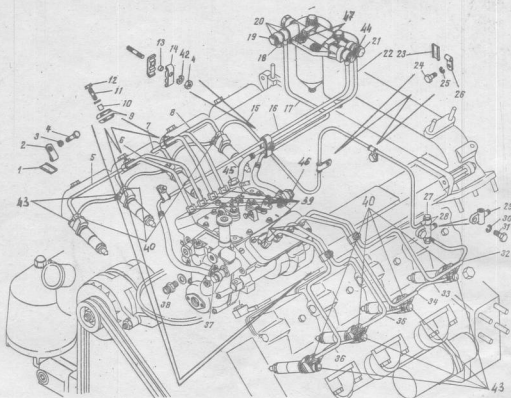
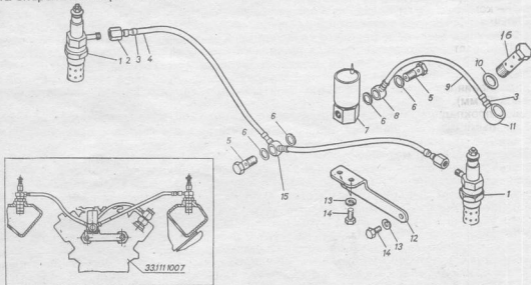

Рис. 6. Схема системы питания двигателя топливом:
Рис. 11. Устройство облегчения пуска:
32. Установить на двигатель электромагнитный клапан 7 (Рис. 11) в сборе с кронштейном 12 и трубками 4 и 9 в сборе и завернуть болты 14 с шайбами 13 крепления кронштейна 12 к ТНВД. (Ключ гаечный кольцевой 13 мм).
34. Снять технологические заглушки, установить отводящий топливопровод 22 (Рис. 6) от ТНВД к фильтру тонкой очистки топлива (ФТОТ) на двигатель и присоединить его к ФТОТ, завернув болт 21 крепления с плоскими шайбами. Материал шайб: медь. Устанавливать только отожженные шайбы (нагреть до малинового цвета и охладить на воздухе). (Ключи гаечные кольцевые 19 и 22 мм).
35. Присоединить к ТНВД подводящий топливопровод 9 (Рис. 11) к факельным свечам и топливопровод 22 (Рис. 6) подвода топлива от фильтра тонкой очистки топлива к ТНВД, завернуть болт 16
(Рис. 11) он же 45 (Рис. 6) крепления с плоскими шайбами 10 (Рис. 11). Материал шайб: медь. Устанавливать только отожженные шайбы. (Ключ гаечный кольцевой 19 мм).
36. Снять технологические заглушки, установить подводящий топливопровод 17 (Рис. 6) от ТНВД к фильтру тонкой очистки топлива на двигатель и присоединить топливопровод 17 к ТНВД и ФТОТ, подсоединить к ФТОТ дренажный топливопровод 18, завернув болты 19 и 46 крепления с плоскими шайбами 20. Материал шайб: медь. Устанавливать только отожженные шайбы. (Ключи гаечные кольцевые 19 и 22 мм).